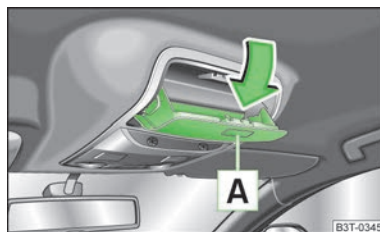

Fig. 93
► Pulsar la tecla **A** » fig. 93, el compartimento se abatirá hacia abajo.